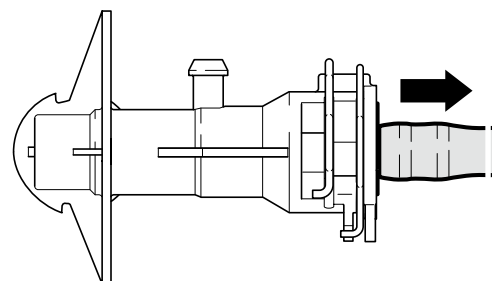

Bild 3: Vid utdragen ledningsanslutning och stängda klämmor frigörs avluftningsöppningen
6. Dra ut ledningen till det andra stoppet (bild 3)